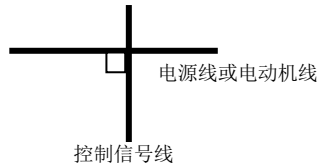

图 3-15 系统配线要求
- (2) U/T1、V/T2、W/T3 端子三根电机线尽量置于金属管或金属布线槽内。
- (3) 一般控制信号线应采用屏蔽电缆，屏蔽层与变频器 PE 端相连后，以靠近变频器侧单端接地。
- (4) 变频器 PE 端接地电缆必须直接与接地板相连，不得借用其它设备接地线接地。
- (5) 强电电缆(R/L1、S/L2、T/L3、U/T1、V/T2、W/T3)不得与控制信号线平行近距离布线，更不能捆扎在一起，须保持 20~60 厘米（与强电电流大小有关）以上的距离。如果要相交，则应相互垂直穿越，如图 3-15 所示。
- (6) 强电接地线必须与控制信号和传感器等弱电接地线分别独立接地。
- (7) 禁止在变频器电源输入端(R/L1、S/L2、T/L3)上连接其它用电设备。